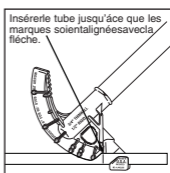

Figure 1
2. Faire passer le conduit dans le crochet, à l'avant de la cintruse, pour aligner le repère avec la flèche (figure 1).